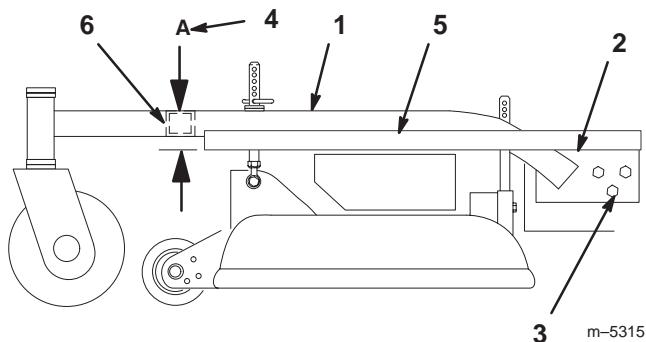

Figure 45
- Placez une longue planche, ou autre objet similaire, parfaitement droite en haut du moteur, comme illustré à la Figure 45.
- Au niveau du tube transversal du bâti porteur, mesurez la hauteur au point "A" (Fig. 45). Elle doit être égale à 71,4 mm \pm 6 mm.
- Desserrez les boulons de montage du bâti porteur de chaque côté de la machine (Fig. 45).
- Alignez le bâti porteur et le plancher moteur à la même hauteur qu'au point "A", c.-à-d. 71,4 mm \pm 6 mm (Fig. 45).